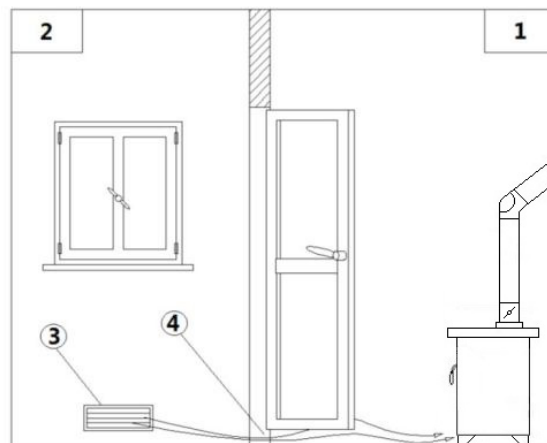
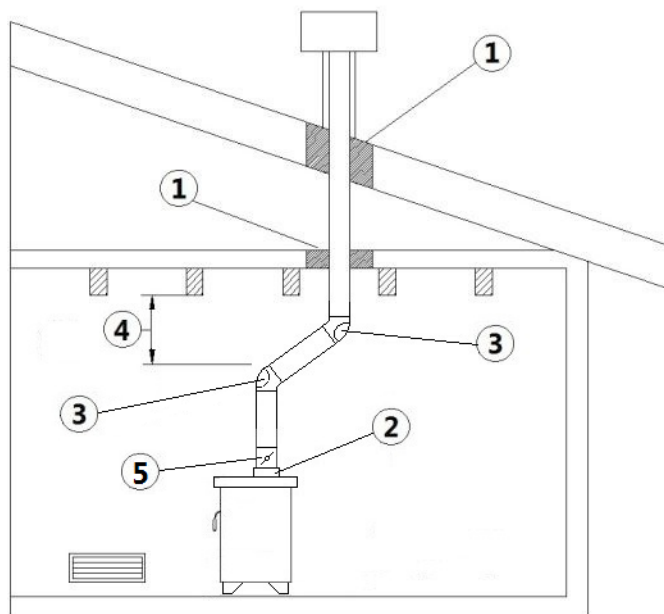

Fig. 6 - Afluencia del aire indirecta
Fig. 7 - Ejemplo 1
LEYENDA Fig. 6 a pág. 9-Fig. 7 a pág. 9
- La afluencia del aire entre el ambiente externo y la sala puede suceder por vía directa por medio de una brecha en la pared externa del edificio (véase Fig. 6 a pág. 9); si no por vía indirecta por medio de una toma de aire por salas contiguas de la da ventilar (véase Fig. 7 a pág. 9).